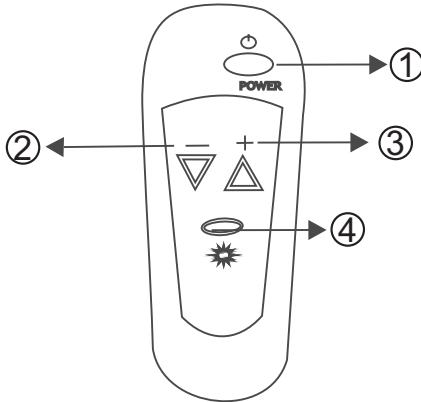

Abb. 3: Fernbedienung
- Taste ① der Fernbedienung (Abb.3) drücken, Gebläsemotor geht an (Stufe 2).